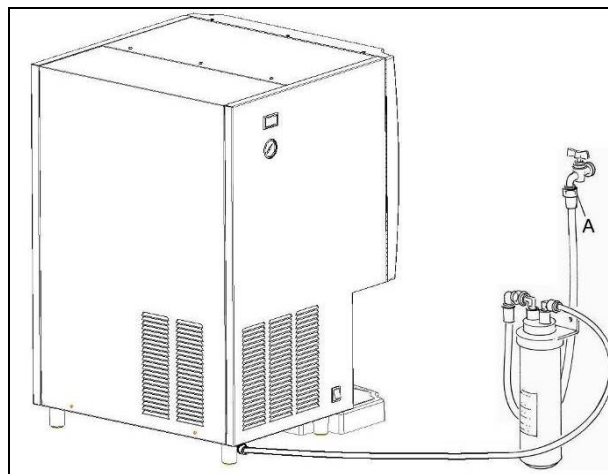

Fig. 25
- Chiudere il collegamento alla rete idrica (Fig.25).